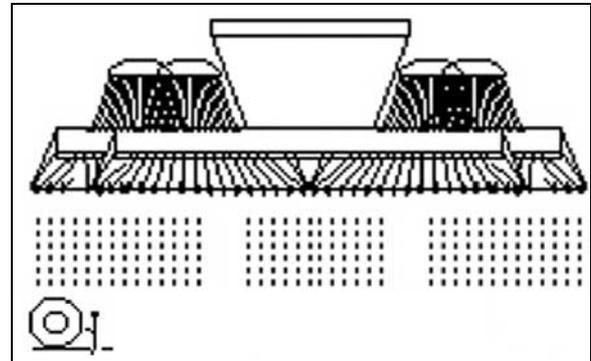

Fig. 59
1.  Preseleccionar el mullidor de huella (Fig. 59).